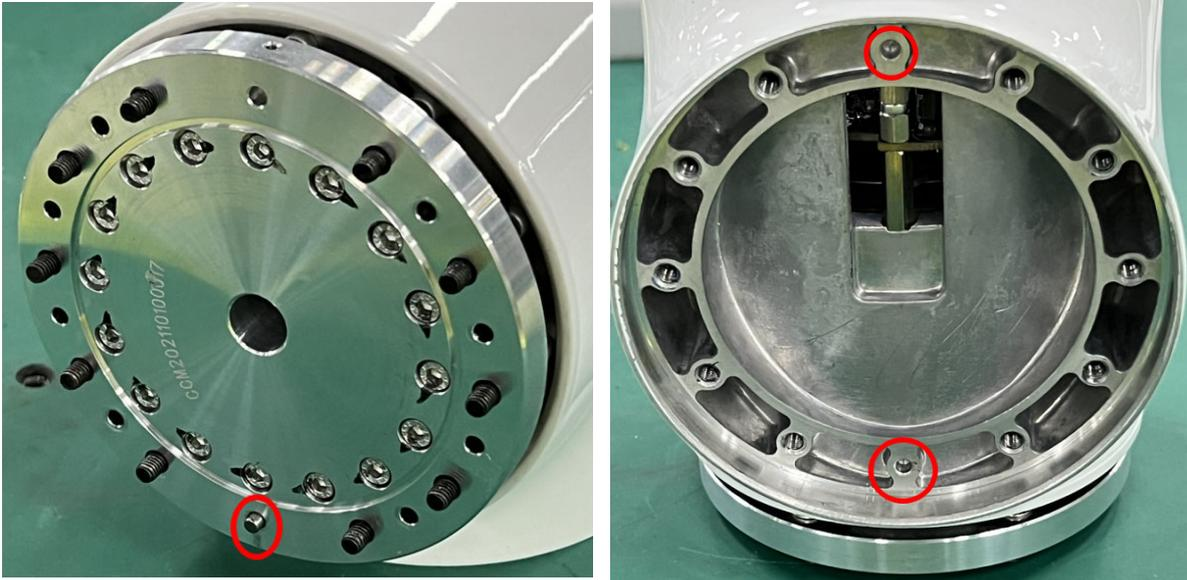

图 3-6：拧螺钉
1. 将定位销对准关节外壳上的销孔，并依次拧紧螺钉，注意不要拧紧，轻轻带入即可，如图 3-6 所示；